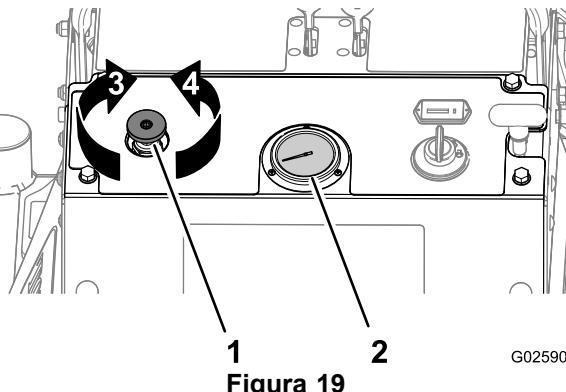

Figura 19
**Nota:** Primer uso: ajuste el control de la presión de los taladros de modo que el indicador de presión de los taladros (Figura 19) muestre 24 bar (350 psi).
- Gire el control de la presión de los taladros en sentido **antihorario** (Figura 19) para reducir la presión descendente y retirar un terrón **más corto**.
- Gire el control de la presión de los taladros en sentido **horario** (Figura 19) para aumentar la presión descendente y retirar un terrón **más largo**.